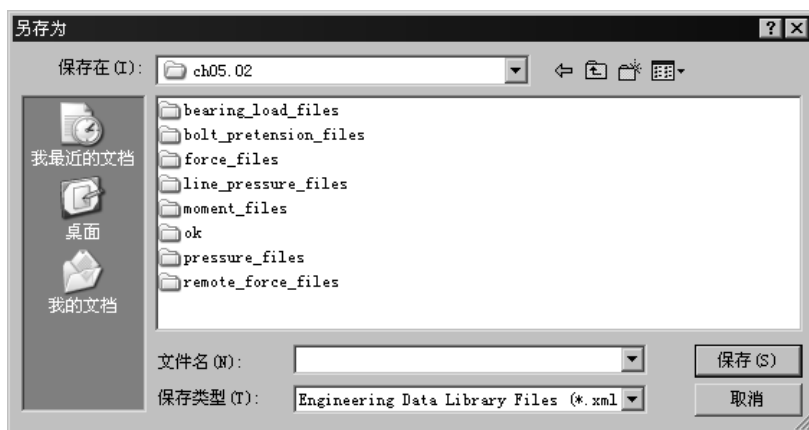

图 5.2.7 “另存为”对话框
- **Export...** 选项：将定义的载荷导出。选中该选项，弹出图 5.2.7 所示的“另存为”对话框，输入文件名称，单击 **保存(S)** 按钮，即可导出载荷文件。